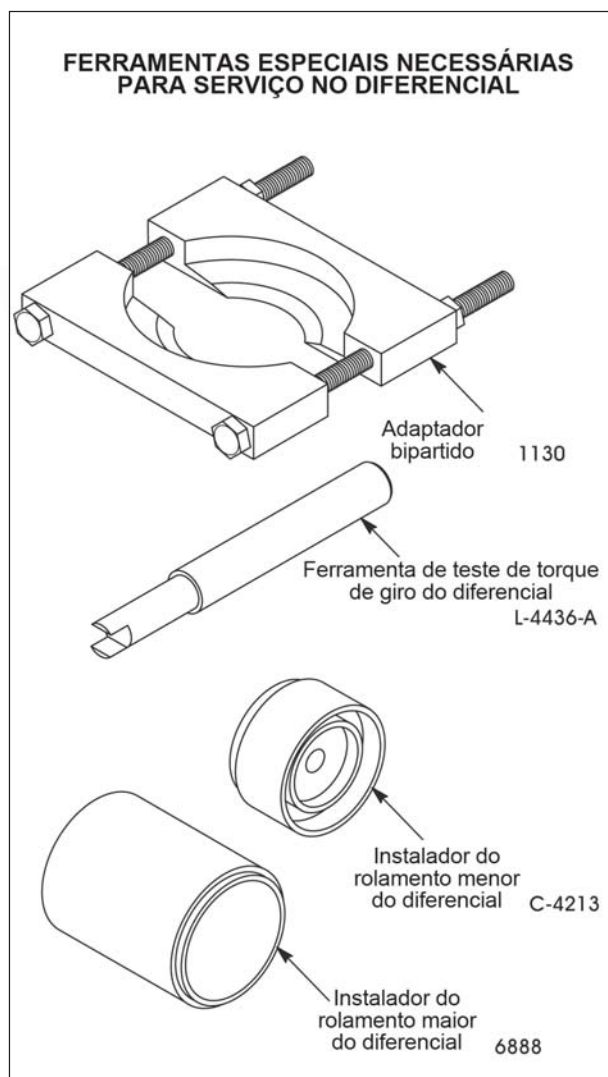

Figura 95
14. Se for necessário algum serviço nos rolamentos do diferencial, algumas ferramentas mostradas na figura 95, ou equivalentes, e uma prensa hidráulica de bancada, terão de ser utilizadas.